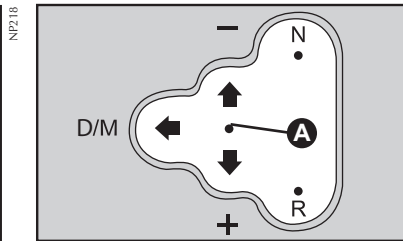

fig. 5
- Levar a alavanca de câmbio para a posição central **A-fig. 5**, para a inserir a primeira marcha, ou junto ao sinal R - **fig. 5** - para inserir a marcha a ré (se for o caso).